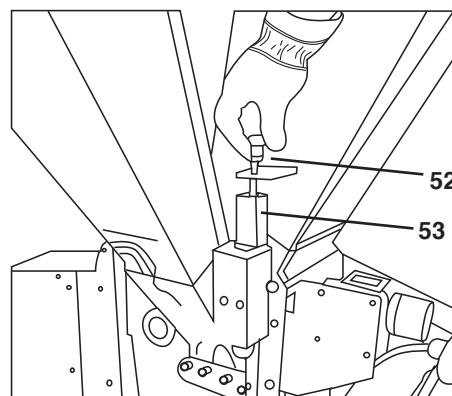

Figure 45
- Tourner la tige filetée (52) à nouveau dans le porte-contact (53) (voir « Figure 45 »).
- Tourner la tige filetée (52) à nouveau dans le porte-contact (53) (voir « Figure 45 », page 15).